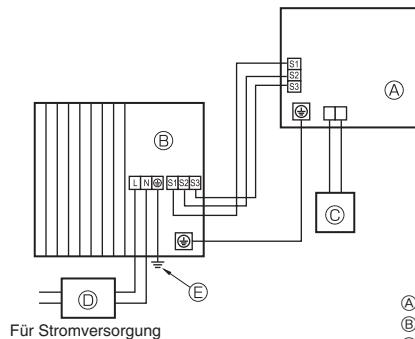

Fig. 6-1
6.1. Außenanlage (Fig. 6-1, Fig. 6-2)
- Die Kabel gemäß der Fig. 6-1 und der Fig. 6-2 verdrahten.